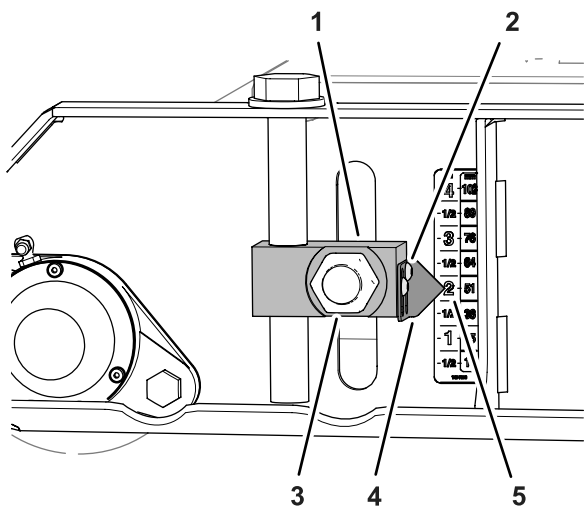
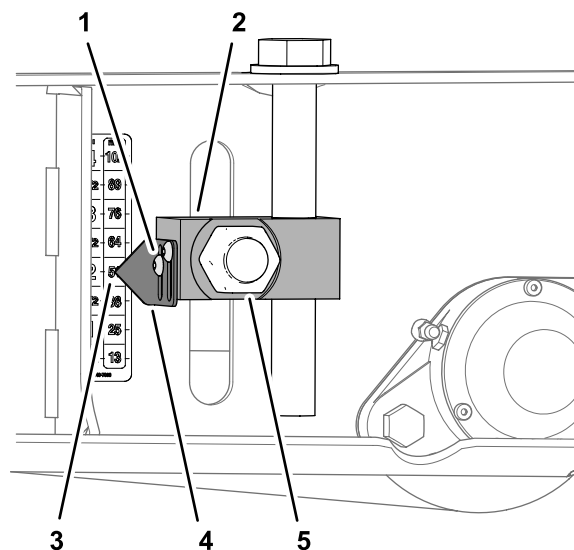

Рисунок 82
Рисунок 84
3. Ослабьте 2 винта с внутренними шестигранниками, которые крепят указатель к блоку регулятора высоты скашивания, совместите указатель с отметкой «51 мм» («2 дюйма») на наклейке и затяните винты (**Рисунок 82**).
6. Ослабьте винты с внутренними шестигранниками, которые крепят 2 указателя к блоку регулятора высоты скашивания, совместите указатель с отметкой «51 мм» («2 дюйма») на наклейке и затяните винты (**Рисунок 84**).
7. Затяните 4 гайки крепления 4 блоков регуляторов высоты скашивания (**Рисунок 82** и **Рисунок 84**) переднего и заднего валиков с моментом от 322 до 396 Н·м.